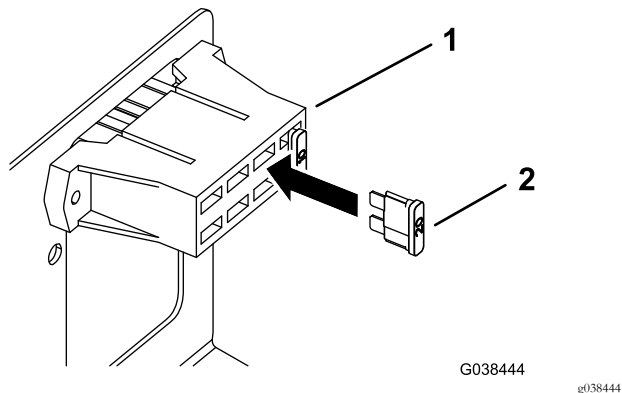

図 14
4. ヒューズブロックの空いているスロットにヒューズを取り付ける 図 14。